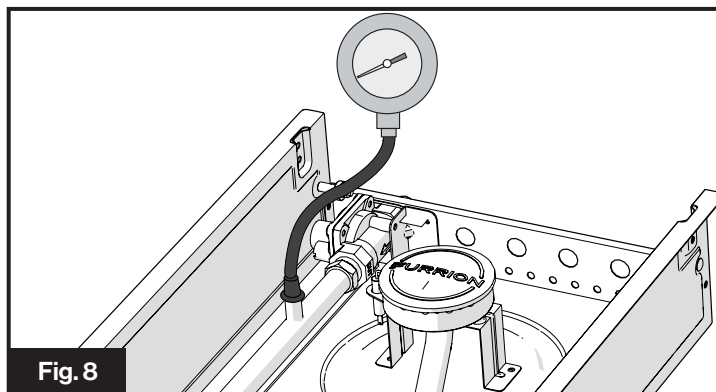

Fig. 8
- Con el tubo de goma del dispositivo de medición de la verificación de la presión, deslice el tubo de goma hacia abajo por sobre el puerto de prueba de la presión del gas. El tubo de goma debe sellarse alrededor del puerto de prueba de presión en la estufa. (Fig. 8)